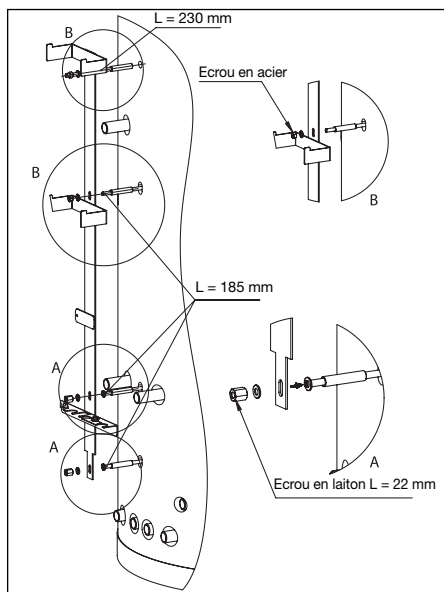

Fig. 8 Montage de l'ensemble de fixation
- Monter l'ensemble de fixation (fig. 8).
- Visser la tige filetée dans les écrous soudés du ballon d'eau chaude (Attention: la tige d'une longueur L = 230 mm doit être vissée dans l'écrou supérieur! Visser les 3 tiges filetées d'une longueur L = 185 mm dans les trois écrous inférieurs!) (Fig. 8).